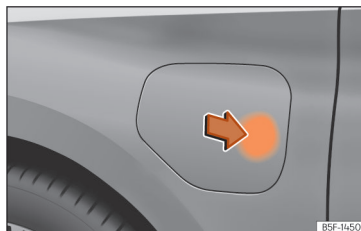

Fig. 57 Deschiderea capacului prizei de încărcare.
- Dacă autovehiculul este descuiat, capacul de încărcare a bateriei se deschide la apăsarea zonei indicate »» fig. 57.